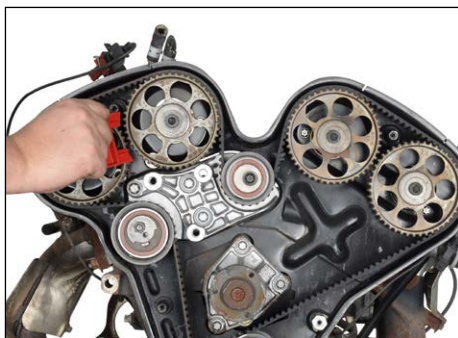
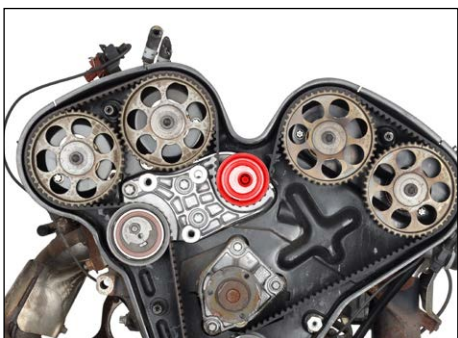

fig. 5
fig. 7
3. Inserire l'utensile di bloccaggio per albero a camme OE (KM-800-1) rosso con la dicitura "Top" verso l'alto tra gli ingranaggi albero a camme "1" e "2" (fig. 5 e 6). Se non è possibile inserire l'utensile di bloccaggio, allentare la puleggia di rinvio superiore della cinghia dentata (fig. 7) e ruotare l'eccentrico con la chiave MKM-6038 o una pinza per pompa dell'acqua fino a quando è possibile inserire l'utensile di bloccaggio.